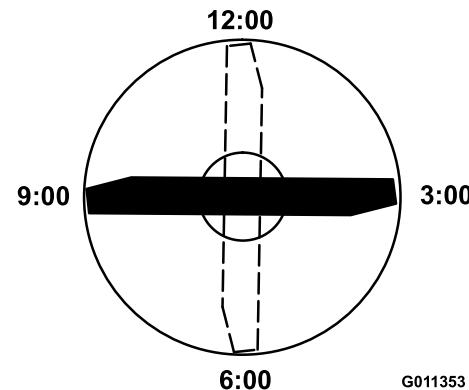

Figura 70
4. Gire el extremo marcado de la cuchilla a las posiciones de las 3 y de las 9 y mida las alturas (Figura 70).
3. Coloque el filo de corte del extremo marcado de la cuchilla en la posición de las 12 (hacia adelante, en el sentido de la siega) y mida la altura desde la mesa hasta el filo de corte de la cuchilla (Figura 70).